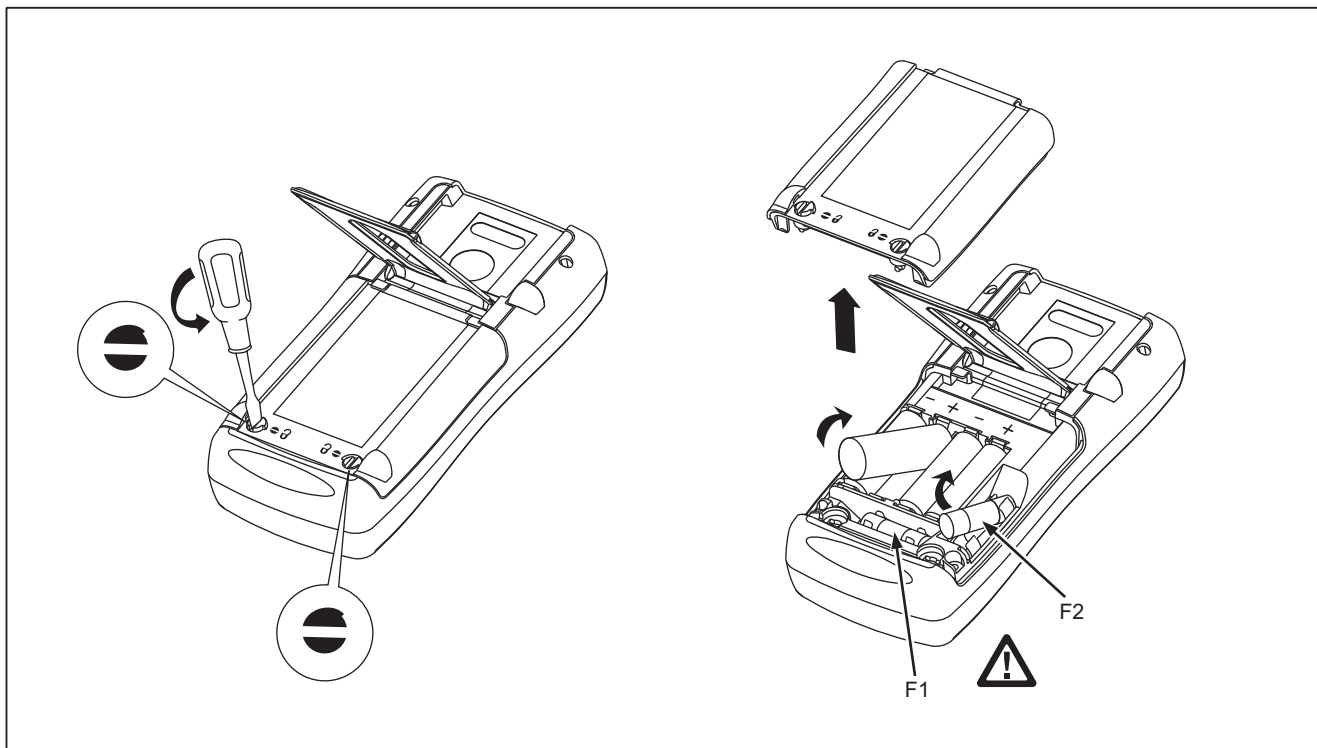

Рисунок 5. Замена батарей и предохранителей
1. Отсоедините измерительные провода и выключите измерительный прибор. См. Рисунок 5.